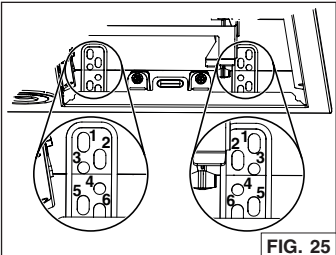

FIG. 25
3. Lever la hotte jusqu'à ce que son rebord s'appuie sur la base de l'armoire. Fixer la hotte à l'armoire à l'aide de 4 vis à bois n° 8 x 5/8 po incluses dans le sac de pièces (2 vis par côté). Utiliser les trous supérieurs ou inférieurs (1, 2, 3, 4, 5 ou 6) (FIG. 25).